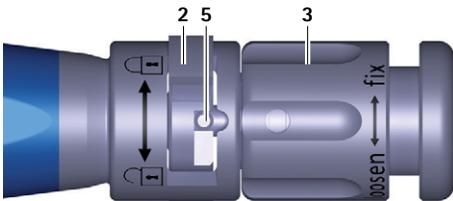
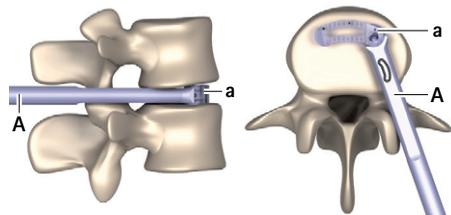

Abb. 3 Nahansicht Einsetzinstrument, Schalter geschlossen
Abb. 11 Implantat in Endposition
- Schalter 2 nach rechts drehen (Richtung ) , siehe Abb. 3.
- ▶ Drehmutter 3 gegen den Uhrzeigersinn drehen (Richtung „loosen“), bis sich Pin 5 vollständig in Schalter 2 befindet, siehe Abb. 3. Dabei darauf achten, dass Pin 5 Schalter 2 nicht verklemmt.
- ▶ Schalter 2 nach rechts drehen (Richtung ) , siehe Abb. 3.
- ▶ Sobald Endposition (siehe Abb. 11) erreicht ist: Drehmutter **3** gegen den Uhrzeigersinn drehen (Richtung „loosen“), bis sich Pin **5** vollständig in Schalter **2** befindet, siehe Abb. 3. Dabei darauf achten, dass Pin **5** Schalter **2** nicht verklemt.
- ▶ Schalter **2** nach rechts drehen (Richtung ☞), siehe Abb. 3.